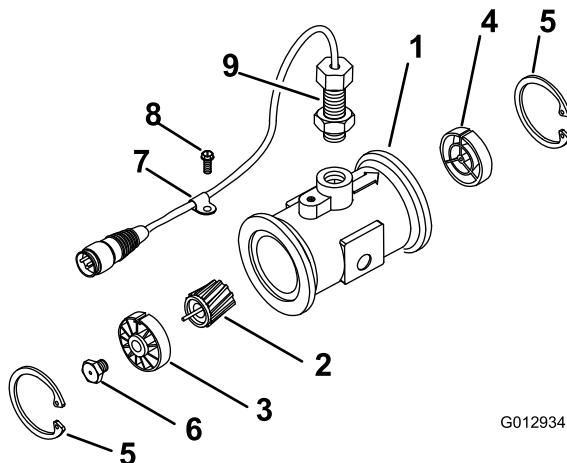

Bild 11
3. Entfernen Sie den Halterung an der vorgeschalteten Seite (Bild 11).